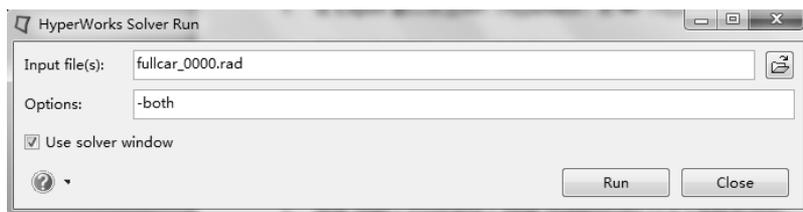

图 8-48 设置求解
- (1) 选择 Start > Programs > Altair HyperWorks 11.0 > RADIOSS。
- (2) 在 Input file 栏选择上述输出路径下的 fullcar_0000.rad, 如图 8-48 所示。